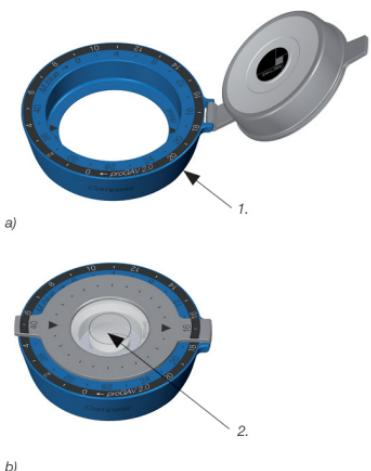

Fig. 11: M.blue plus Compass
M.blue plus Compass (Fig. 11) servește la localizarea și citirea unității gravitaționale reglabile (M.blue), precum și a unității de presiune diferențială reglabilă (proGAV 2.0) a M.blue plus.